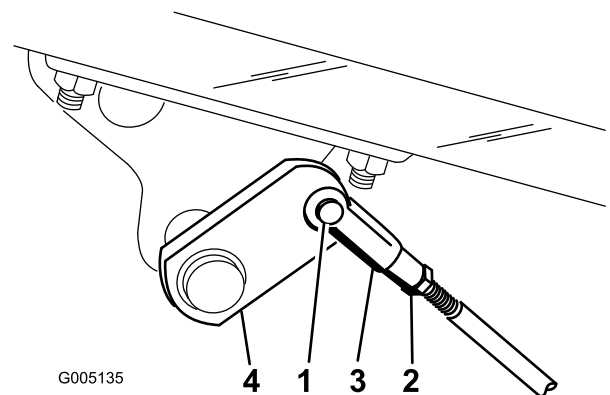

Figure 58
2. Si les freins ne se bloquent pas uniformément, désaccouplez les tiges de frein en retirant la goupille fendue et l'axe de chape (Figure 58).
3. Desserrez l'écrou de blocage et réglez la chape comme il convient (Figure 58).
4. Montez la chape sur l'arbre de frein (Figure 58).